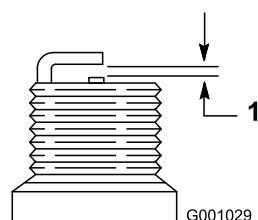

Figure 34
4. Réglez l'écartement des électrodes de la nouvelle bougie à 0,76 mm (0,030 po), comme montré à la Figure 34.